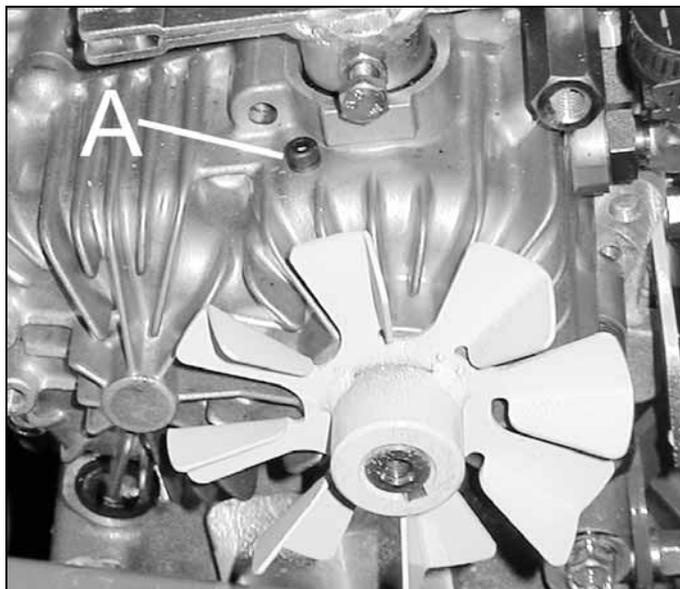

Figura 14
- Svitare il tappo (A figura 14) sul carter della trasmissione idrostatica.